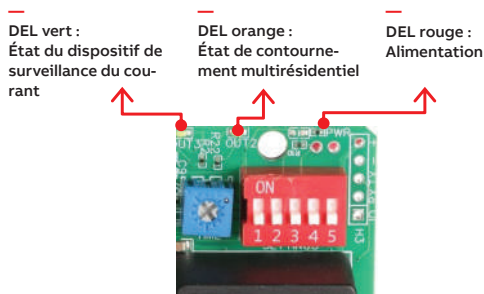

Figure 4\*
- 2- Assurez-vous que le voyant rouge d'alimentation (PWR) est allumé, indiquant que le système est sous tension. (Référez-vous à la figure 4.)
- 3- Vérifiez que le voyant vert du côté gauche (OUT1) correspond à l'état du contacteur (Référez-vous à la figure 4). Si le voyant vert sur le côté gauche clignote sans cesse, cela indique qu'aucun courant n'est mesuré par au moins l'un des deux dispositifs de surveillance du courant.